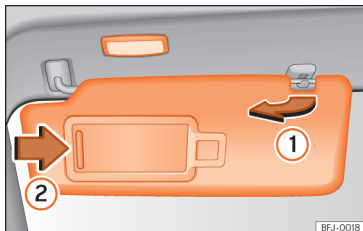

Fig. 113 Pala do sol.
- A pala do sol pode ser puxada para fora da fixação e ser virada para a porta »» **Fig. 113 ①**.